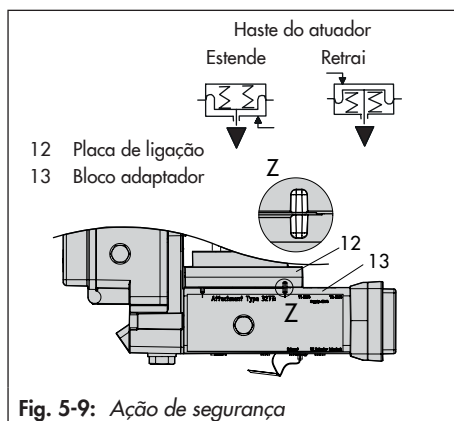

Fig. 5-9: Ação de segurança
- Insira os parafusos (13.1) através dos orifícios intermédios do bloco adaptador (13).
- Coloque a placa de ligações (12) em conjunto com o vedante (12.1) nos parafusos (13.1) de acordo com a ação de segurança "haste do atuador estende" ou "haste do atuador retrai". A ação de segurança aplicada é determinada alinhando a ranhura do bloco adaptador (13) com a ranhura da placa de ligações (12) (Fig. 5-9).